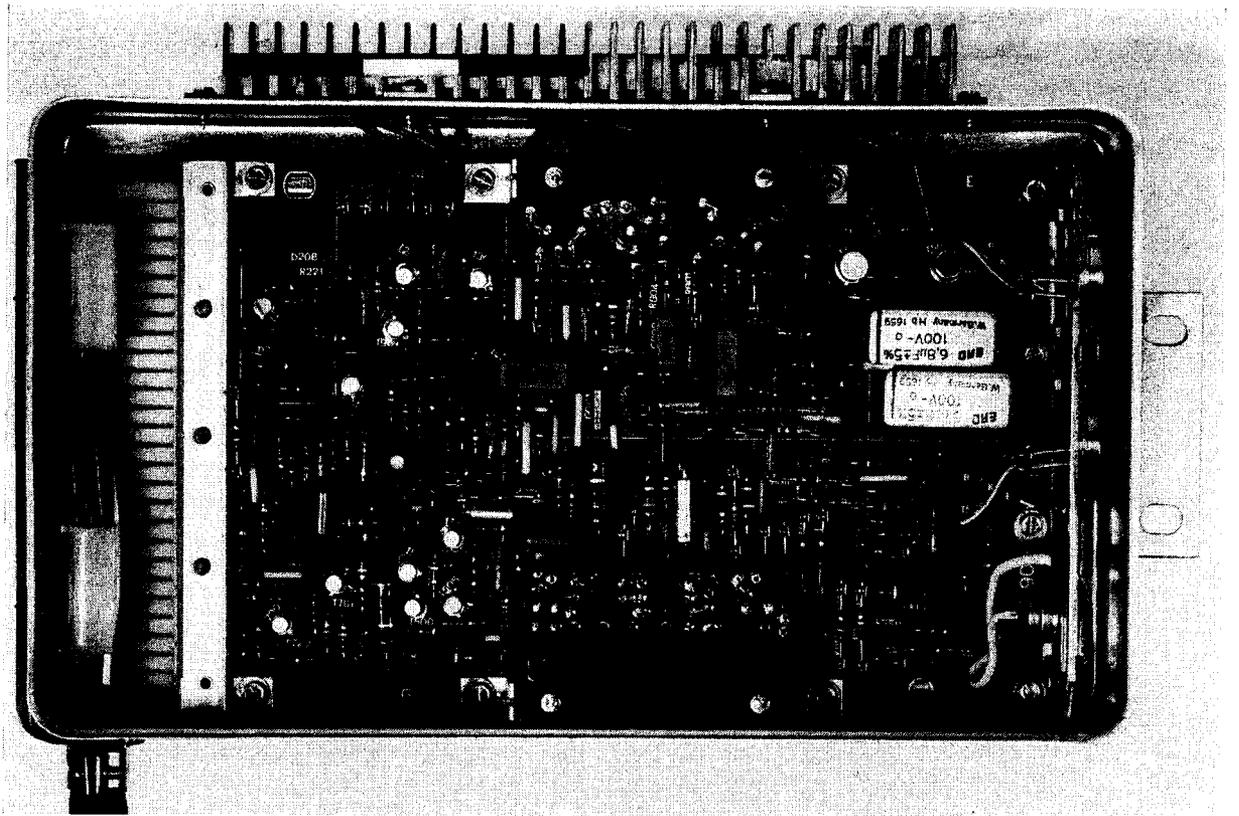

Bild 3: Elektronisches Steuergerät.
*Bild 3* zeigt das Steuergerät mit abgenommenem Deckel, geschnittener Zusatzplatte und teilweise geschnittenen Kühlrippen. Die beiden Leistungstransistoren der Endstufen und eine Leistungsdiode